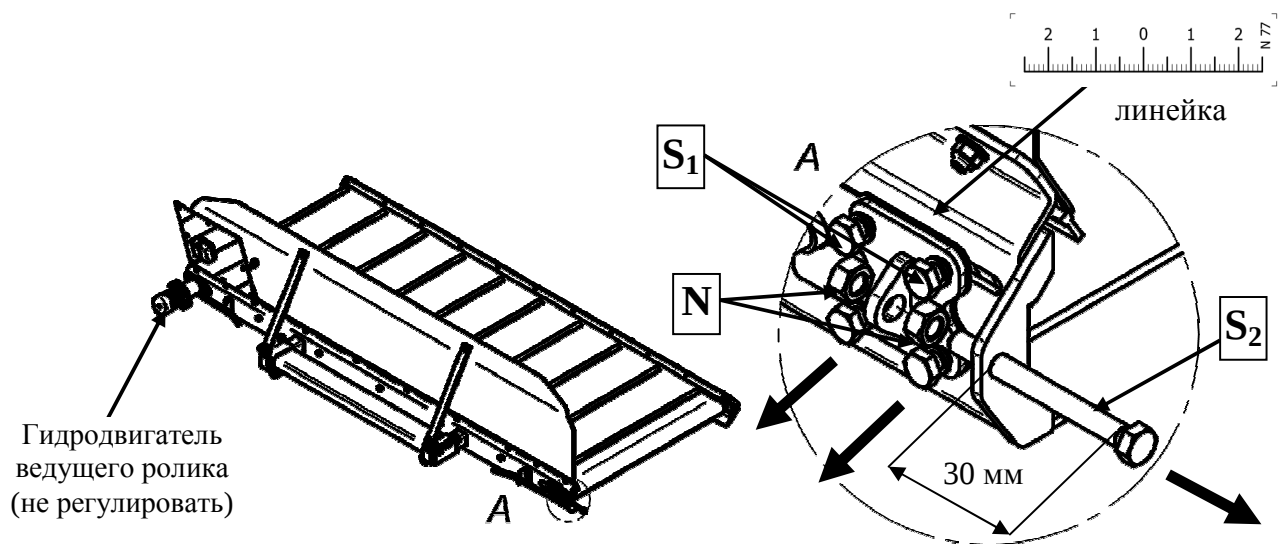

Рис. 43.
2. Травить механизм натяжения ленты натяжного ролика - болта M10 - S1, гайки M12 – N2 и открутить регулировочный гвинт M12 – S2 на около 30 мм (**Рис. 43**).